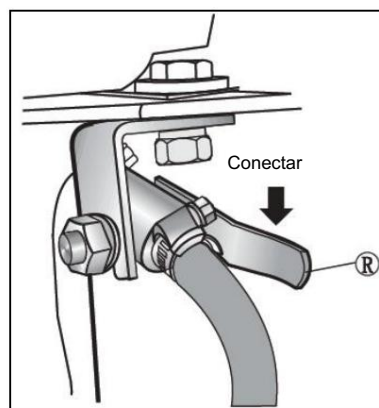

Figura 4-7 Interruptor del canal de combustible
- (2) Empuje hacia abajo el interruptor del canal de combustible *; R a la posición horizontal para conectar el canal de aceite (consulte la figura 4-7)